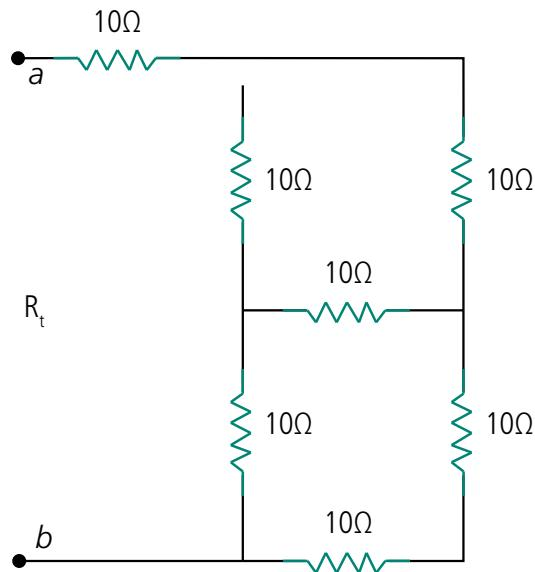

Figura 8.8: Resistência equivalente
- Reduza o circuito em ponte, Figura 8.8, a uma única resistência equivalente